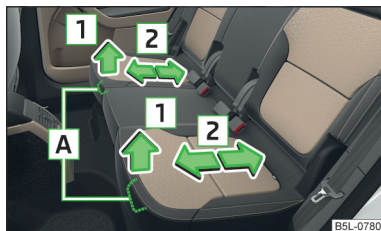

Fig. 60
- Tirar de la palanca **A** en la dirección de la flecha **1** y deslizar el asiento en la dirección deseada en la dirección de la flecha **2** » fig. 60.
- Desplace los asientos traseros exteriores hacia atrás todo lo posible » fig. 60 de la pág. 75.